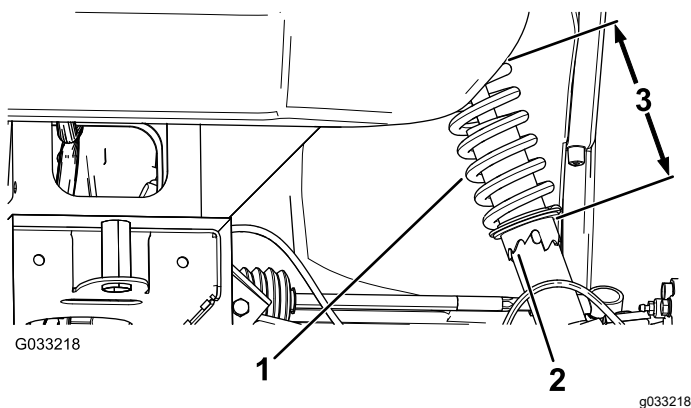

Figura 49
- Dacă unghiul de fugă al roii nu are valoarea necesară, utilizezi cheia reglabilă pentru a roti manonul amortizorului pentru a alinia roata (Figura 49).